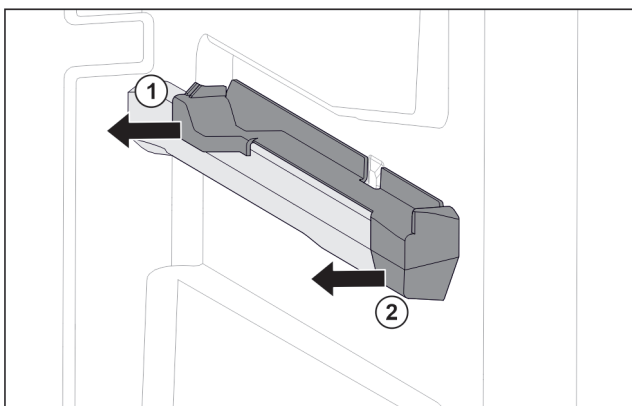

Fig. 122 Вставная часть на правом контейнерном ребре
- ▶ Отодвиньте вставную часть сзади в сторону. Fig. 122 (1)
- ▶ Отодвиньте вставную часть спереди в сторону. Fig. 122 (2)